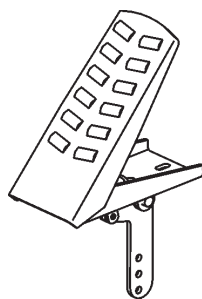

Bild 17. Fotpedal för bladhastighetskontroll
1. Fotpedalen (Bild 17) kontrollerar enbart bladhastigheten. Fotpedalens position fastställer bladens hastighet. Låg bladhastighet uppnås genom att man trycker ner fotpedalen en aning. Maximal bladhastighet uppnås genom att man trycker ner fotpedalen helt.